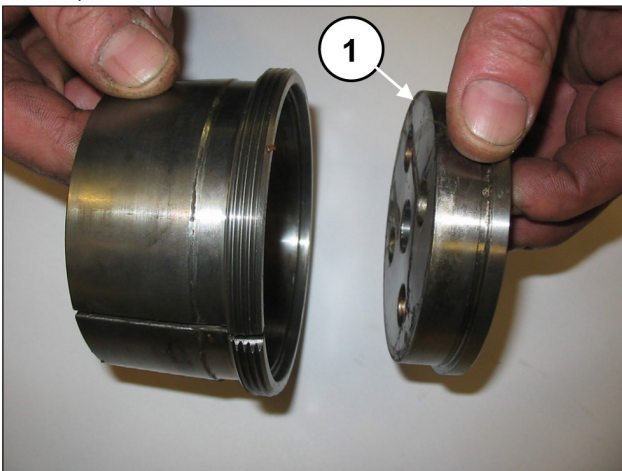

Abb. 22
Trennen Sie den Buchsenflansch von der Druckbuchse (Pos. ①, Abb. 22).